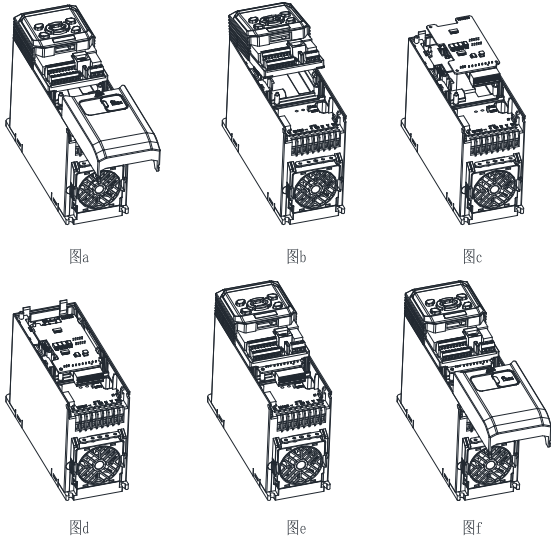

图 6 PG 卡安装步骤图
- （1）变频器非上电状态下，按压下盖板中上部颗粒状处，用力向下滑动，取下变频器下盖板，如图 6-a 所示。
- （2）用小一字螺丝刀向外撬开变频器控制盒下部与变频器连接的两个卡勾，向上取下控制盒，如图 6-b 与图 6-c 所示。
- （3）安装 PG 卡：先将 PG 卡的端子台朝下，接着将 PG 卡上的三个圆孔对准定位柱后下压，让四个卡勾卡住 PG 卡，如图 6-d 所示。
- （4）完成组装，先把控制盒按图示方向扣入卡勾，再往下按压控制盒，使其下端卡入卡勾，最后安装下盖板，用力滑入并卡住，如图 6-e 与 f 所示。